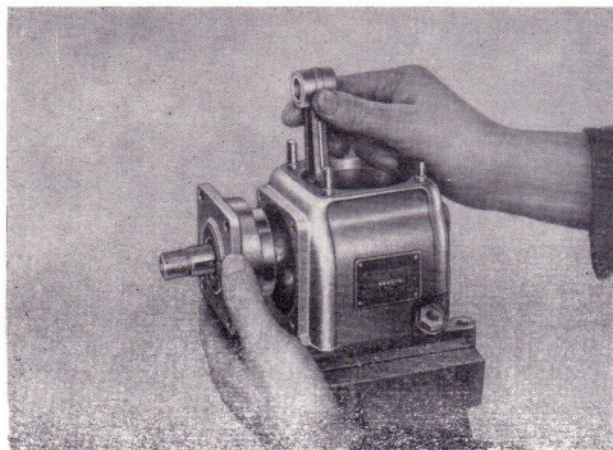

Bild 143
- Kurbelwelle mit dem Lagergehäusedeckel antriebsseitig aus dem Kurbelgehäuse herausdrücken (Bild 143).